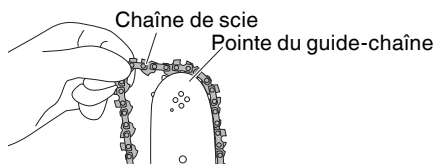

Fig. 5
3. Insertion de la nouvelle chaîne dans le pignon (Fig. 5, 6)